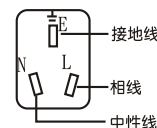

图1
- 电源插座必须有良好的接地线(如图1),用户不得擅自改插头,禁止无接地运行;